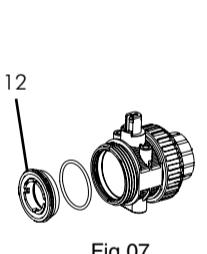

Fig.07
In caso di guasto o uso di qualsiasi componente della valvola, potrà essere sostituito smontando il corpo. Per effettuare tale operazione procedere nello stesso modo descritto per la regolazione della guarnizione, però in questo caso è necessario girare in senso orario fino a che il portaguardini (12) lo lascerà libero Fig.07.